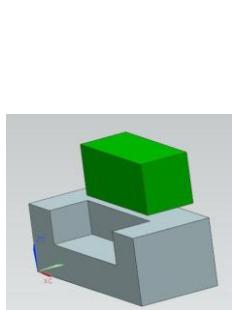

Рис.103
- Для лучшего понимания можете посмотреть фильм **movie_Mat_Funk** (рис.103 - 106). Повторите и анимируйте похожий механизм.